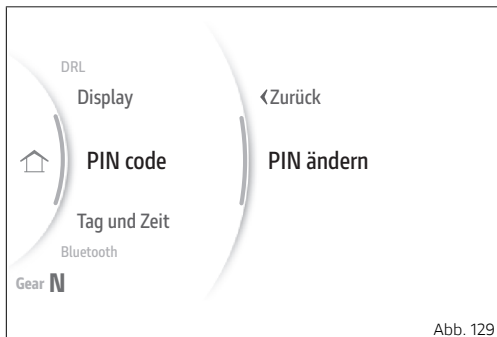

Abb. 129
- Im „Interactive Menu“ über die Tasten (1) und (2) die Angabe „Einstellungen“ markieren, dann auf ENTER (3) drücken.
- Die Angabe „PIN Code“ markieren, dann auf ENTER (3) drücken.
- Die Angabe „PIN ändern“ markieren (Abb. 129 S.145), dann auf ENTER (3) drücken.